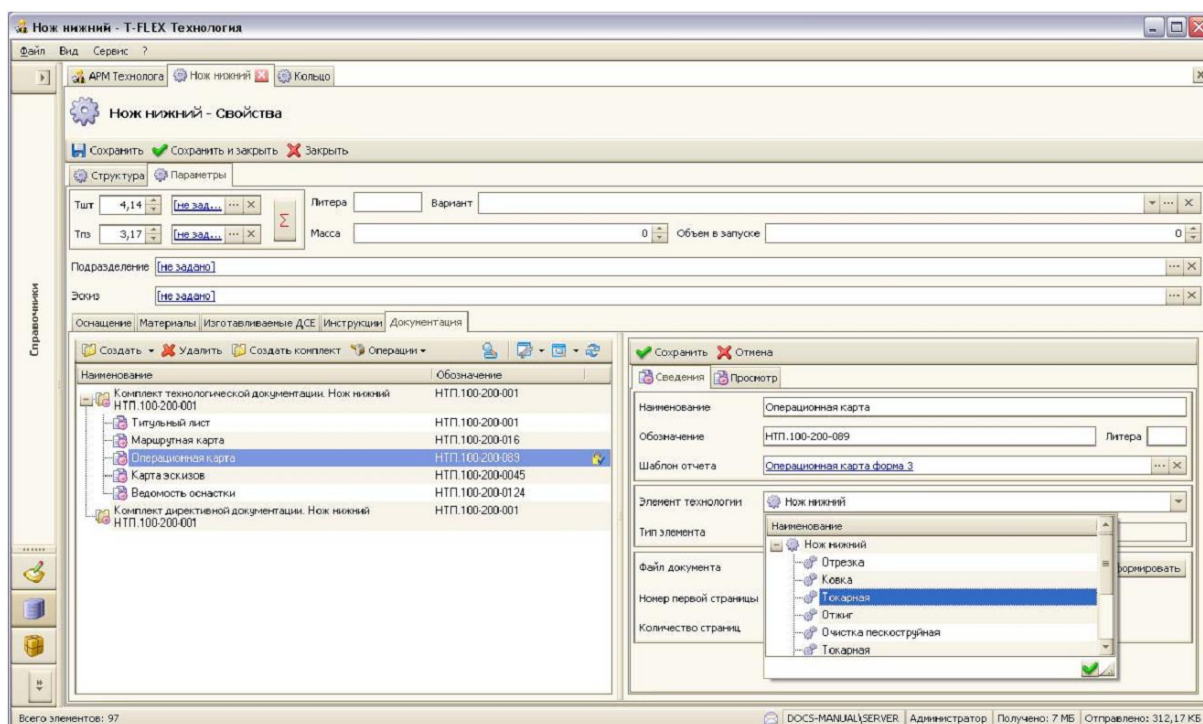

Рис. 84 Выбор карт по элементам технологического процесса для комплекта документации
Комплектов документации может быть несколько. Например, можно дополнительно создать комплект директивной технологической документации (рис. 84) или комплект технологической документации для заказчика.
3. Далее формируем состав комплекта, назначая типы документов комплекта и указывая на какие элементы техпроцесса создается та или иная карта (рис. 84).